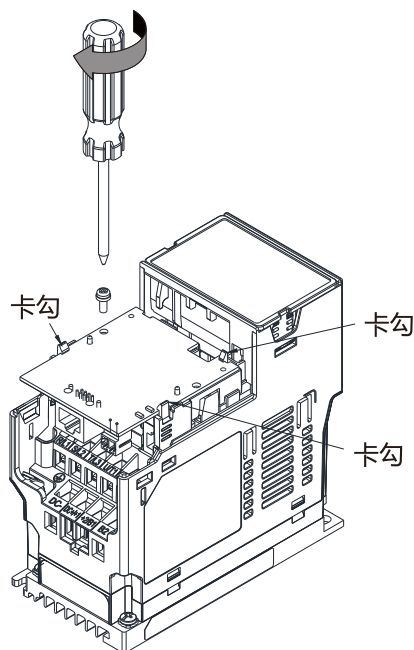

图 8-12
6. 确认三个卡钩确实卡住配件卡后，锁上螺丝（螺丝扭力建议值：4~6 kg·cm / (3.5~5.2 lb·in.) / (0.39~0.59 Nm)），如图 8-12 所示。